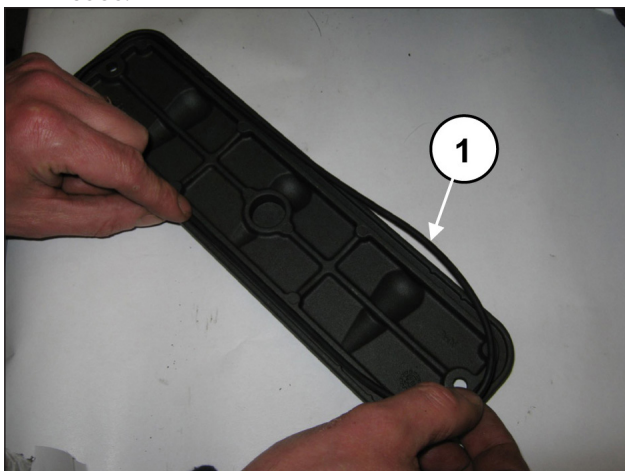
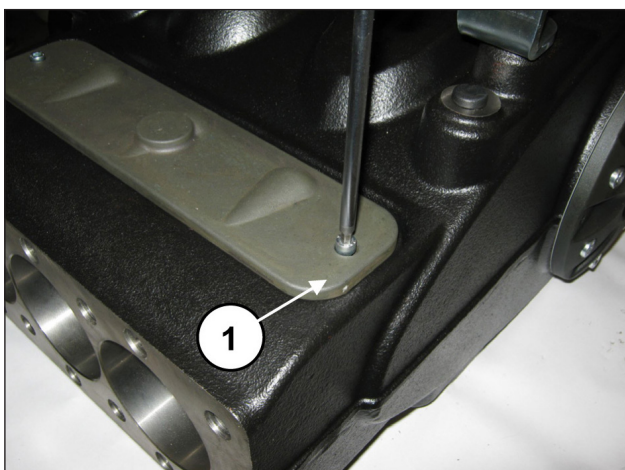

Fig. 91
Fig. 92
Aplique as coberturas de inspeção com o anel circular (pos. ①, Fig. 91) e aperte mediante 2+2 parafusos M6x14 (pos. ①, Fig. 92).